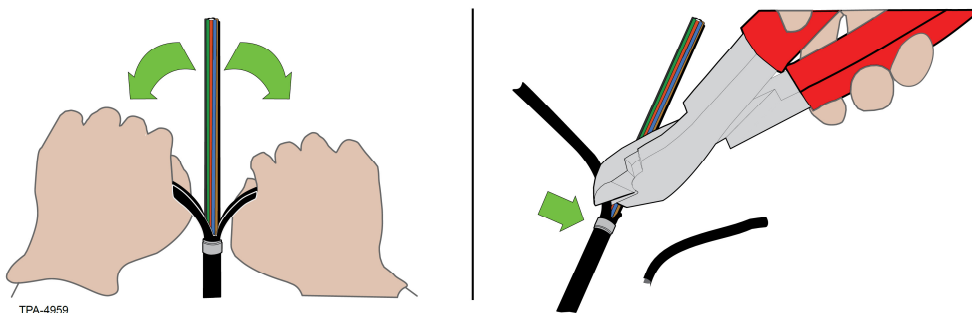

Abbildung 5
Schritt 5: Kabelmantel durch Ziehen an beiden Seiten bis zur Bandmarkierung weiter abziehen und mit einem Seitenschneider oder einer kleinen Schere entfernen (Abbildung 5).